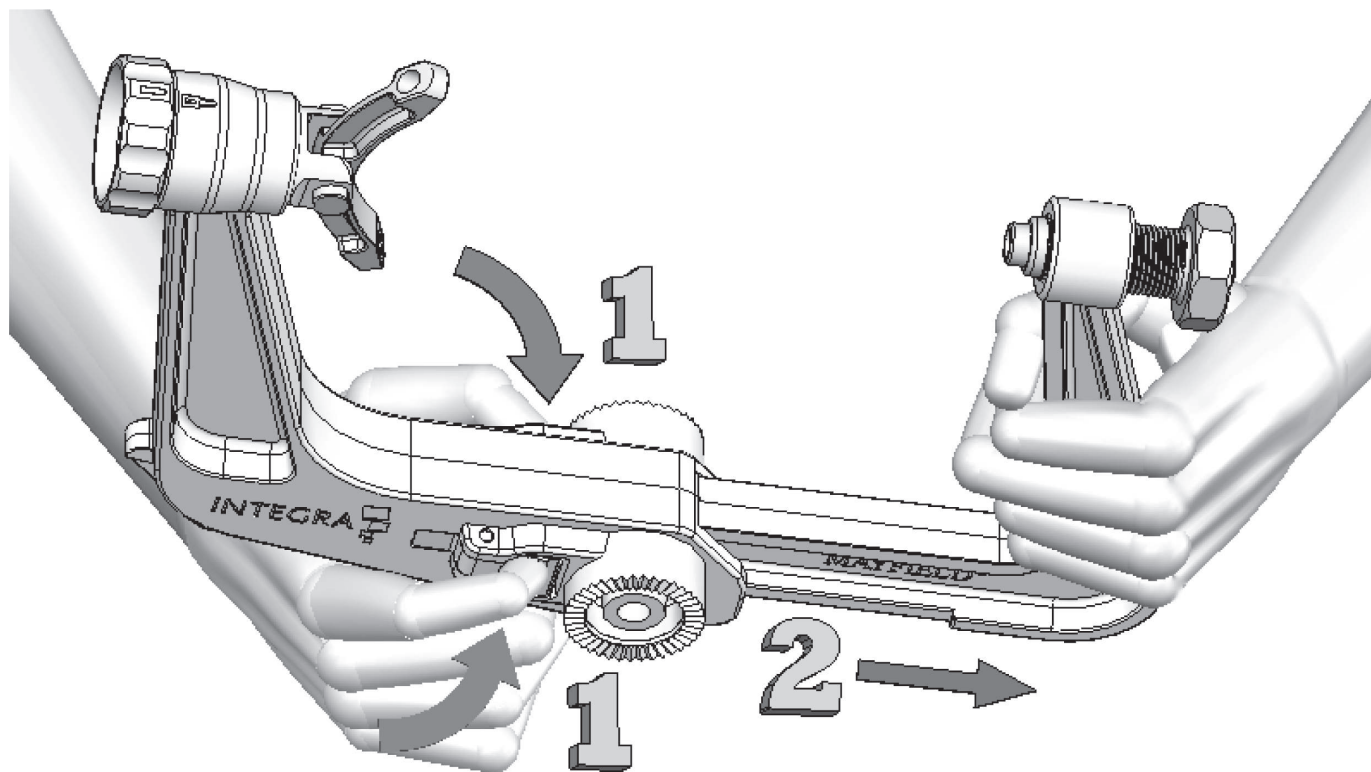

Figura 5 Disinnesto della prolunga cricchetto
3. Premere entrambi i pulsanti di rilascio sulla porzione principale della morsa per cranio (cfr. Figura 5 qui di seguito) per liberare la prolunga cricchetto e far scorrere le due metà della morsa separandole in modo da consentire il posizionamento attorno al cranio del paziente.